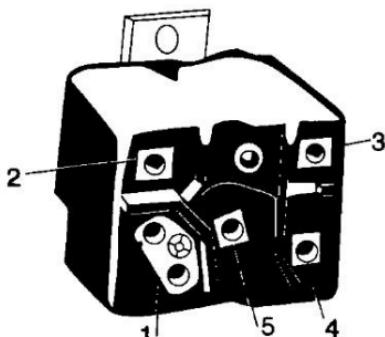

Рис. 43. Пусковое реле напряжения:
12.4. Пусковое реле напряжения (рис. 43) электромагнитного типа имеет катушку из очень тонкой проволоки намотанной на сердечник. Реле применяют для пуска электродвигателя компрессора любой мощности. Оно имеет нормально замкнутые контакты, которые размыкаются при втягивании сердечника в катушку.